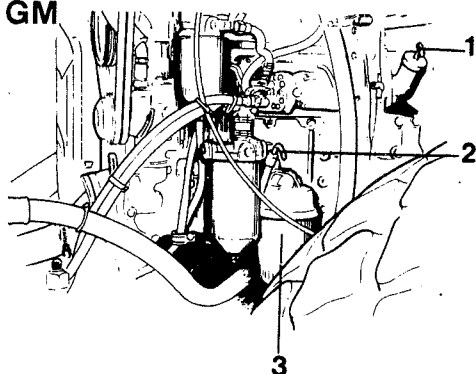

Fig. 41 Moteur diesel
- 1 Nettoyer les alentours du bouchon de vidange (1) et placer ensuite un récipient au-dessous. La contenance du récipient doit être au moins de 12 litres.
- 2 Essuyer autour du bouchon (1, fig. 41) de l'ouverture de remplissage et ensuite retirer le bouchon.
- 1 Retirer le filtre à huile (3) et le mettre au rebut. Il est du type à jeter après usage et par conséquent ne peut pas être nettoyé.
- 2 Contrôler le niveau d'huile à l'aide de la jauge à huile (2, fig. 41). Le niveau doit arriver jusqu'au repère PLEIN. Ne pas verser trop d'huile pour éviter le risque d'endommagement de l'étanchéité du vilebrequin.
- 3 Remettre le bouchon (1, fig. 41) de l'ouverture de remplissage en place. Bien bloquer pour éviter les fuites.